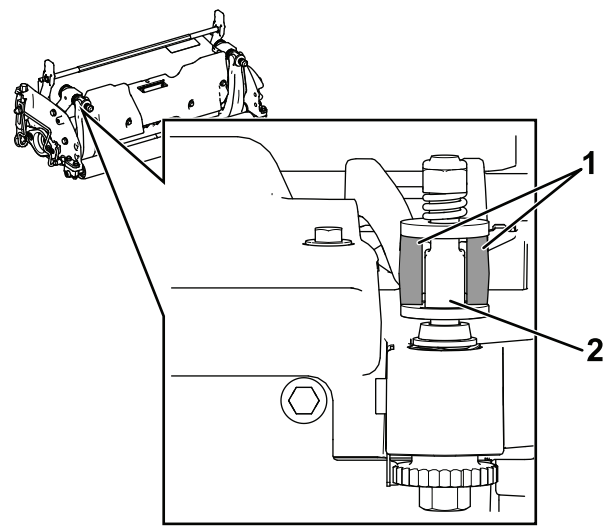

图 26
1. 安装底刀架/底刀总成将安装吊耳固定在垫圈与底刀架调节螺丝之间图 26。
重要事项 将 DPA 调节器置于底刀架吊耳的中央如图 26 所示。